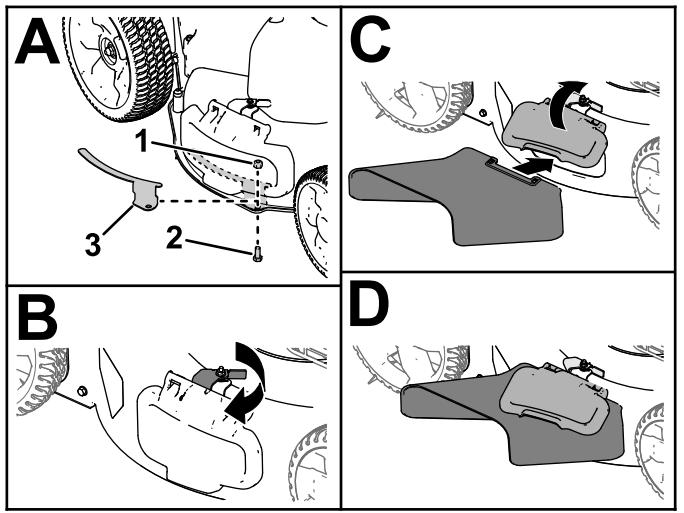

Figure 19
1. Retirez le support déflecteur d'éjection latérale et ses fixations (A de Figure 19).
2. Déverrouillez et soulevez le déflecteur latéral, puis montez la goulotte d'éjection latérale (B, C et D de Figure 19).
**Important:** Installez le support de déflecteur lorsque vous n'utilisez pas la goulotte d'éjection latérale (A de Figure 19).